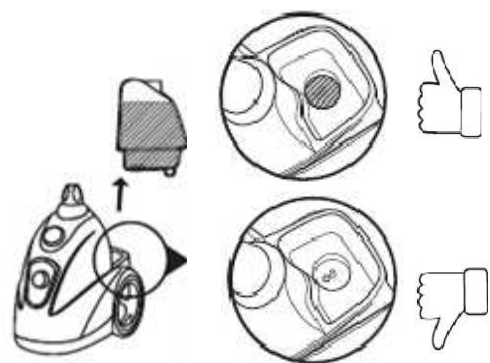

fig.13
**❗ Après avoir installé votre réservoir, soulevez-le pour vous assurer qu'il y a un peu d'eau au fond de l'emplacement destiné au réservoir. (fig.13)**